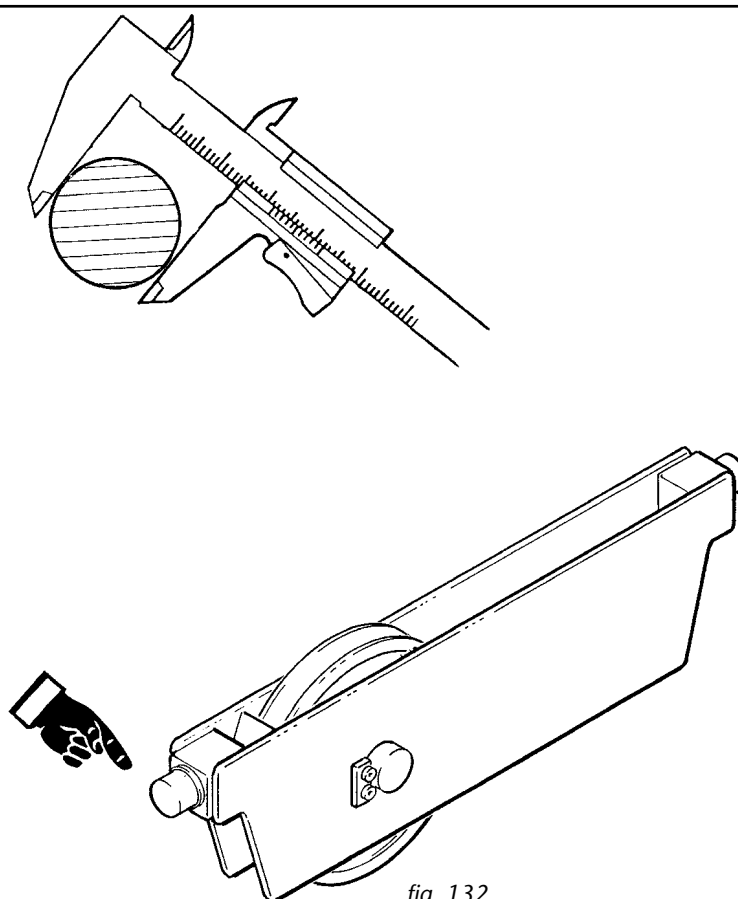

fig. 132
*Verifica annuale dell'efficienza degli elementi strutturali, perni e cerniere (fig. 132):*